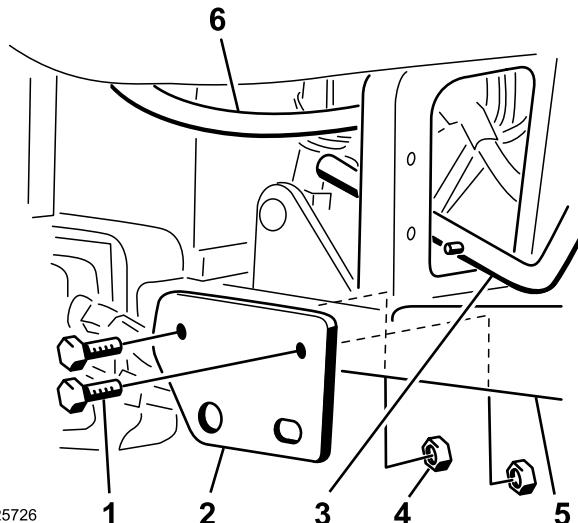

Figura 2
5. Instale o suporte de montagem do conjunto da pega de elevação do escarificador nos tubos de apoio do pé do lado direito com 2 parafusos (1/2 x 3-1/4 pol.) e porcas finas (1/2 pol.), como se mostra em Figura 2.
Nota: Tem de haver uma folga mínima de 1/8 de polegada entre a ligação hidráulica e o conjunto da pega de elevação. Posicione suavemente a ligação hidráulica como necessário (Figura 2).